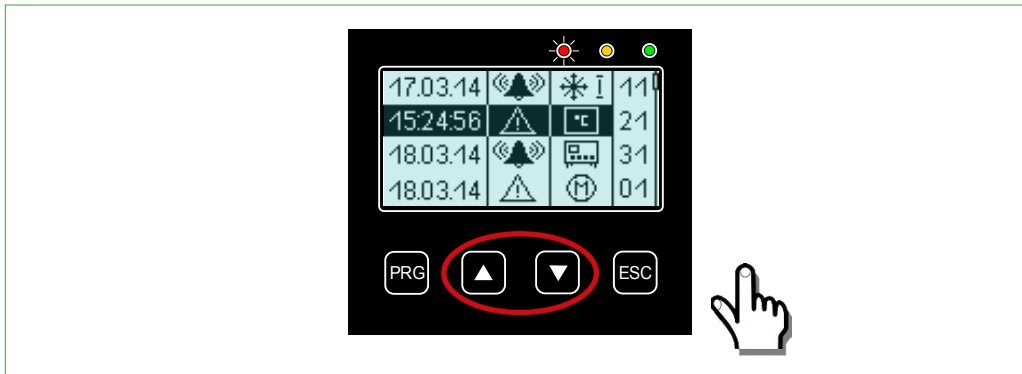
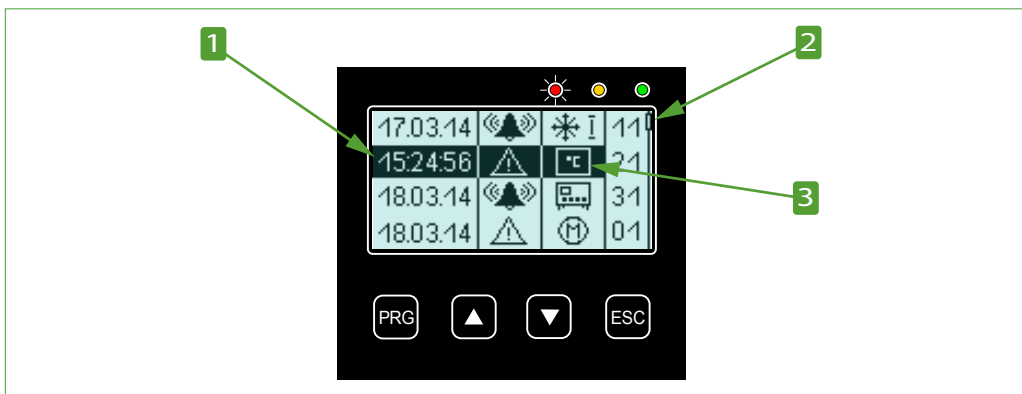

Abb. 17: Scrollen durch aufgezeichnete Meldungen
Abb. 18: Detailbildschirm zur ausgewählten Meldung
- 1** Zeile, die in Abb. 17 und Abb. 18 invertiert dargestellt wird.
Drücken Sie auf die ‚AUF‘ und ‚AB‘- Tasten, um durch die gespeicherten Meldungen zu scrollen. Sie invertieren die in Abb. 17 invertiert dargestellte Zeile, indem Sie zweimal auf die ‚AUF‘-Taste drücken.